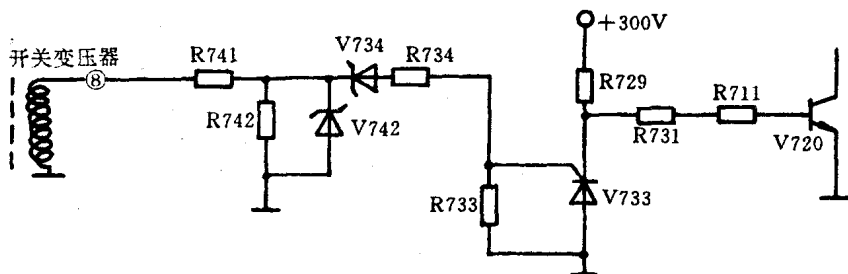

图 1
该电源的保护电路如图 1 所示,当电源输出电压过高时,开关变压器⑧端的取样脉冲也将升高,经电阻 R741、R742 分压后,使稳压二极管 V734 反向击穿导通,可控硅 V733 也将被触发导通,开关管 V720 的基极被强制箝位在低电平,电源停振保护。